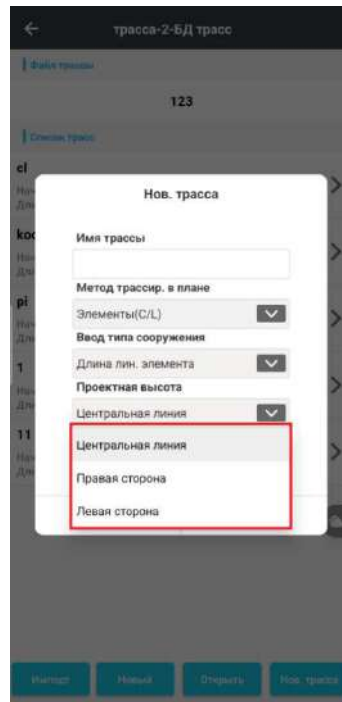

Рисунок 3.7.6
4. Проектная высота (Рисунок 3.7.6)